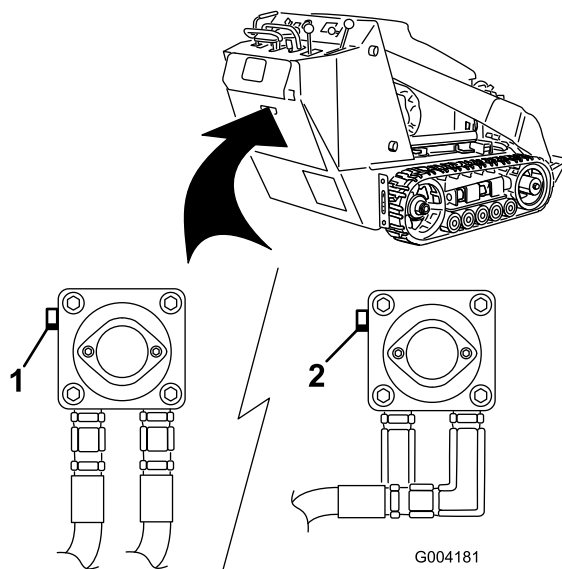

Figure 23
3. À l'aide d'une clé, donnez deux tours dans le sens antihoraire aux vannes de remorquage situées sur les pompes hydrauliques (Figure 23).